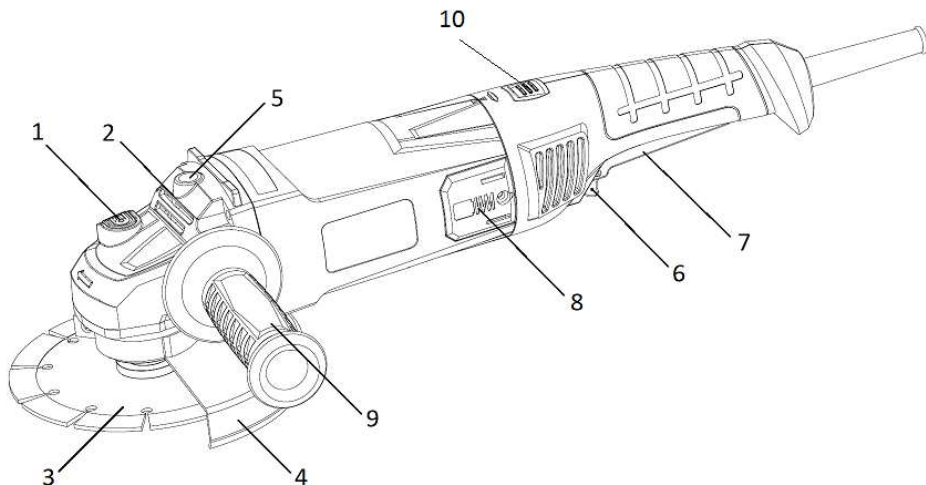

Рисунок 1
Зовнішній вигляд кутової шліфувальної машини електричної **TAG-18/2200** показаний на рис. 1.
2.2.1 Конструкція виробу складається з одноступеневого редуктора з конічними шестернями в металевому корпусі (2), який приєднаний до пластикового несучого корпусу з колекторним двигуном змінного 1-фазного струму, перемикачем (6), поворотної основної рукояті з фіксатором (10), передньої рукоятки (9), мережевим шнуром живлення згідно з рис.1. Вихідний вал редуктора розташований перпендикулярно осі двигуна і є робочим шпинделем для приєднання змінних насадок (абразивних дисків) (3) з фіксацією затискною гайкою, або накрученими на шпindel. На металевому корпусі (2) виконані нарізні монтажні отвори (5) для встановлення передньої рукоятки, та хомутовим з'єднанням закріплений захисний кожух (4) з можливістю фіксованого позиціонування по колу. Для фіксації шпинделя під час зміни дисків (3) в корпусі редуктора (2) передбачений кнопковий фіксатор (1). Електрична частина виробу складається з колекторного однофазного електродвигуна змінного струму, вимикача електроструму, регулятора швидкості, з'єднувальних проводів і мережевого шнура. Захист від ураження електричним струмом користувача у виробу відповідає класу II за ДСТУ EN 61140:2015.